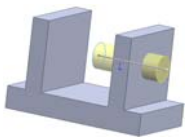

图 3-7 给定深度
- [给定深度]：从草图的基准面拉伸到指定的距离平移处，以生成特征如图 3-7 所示。